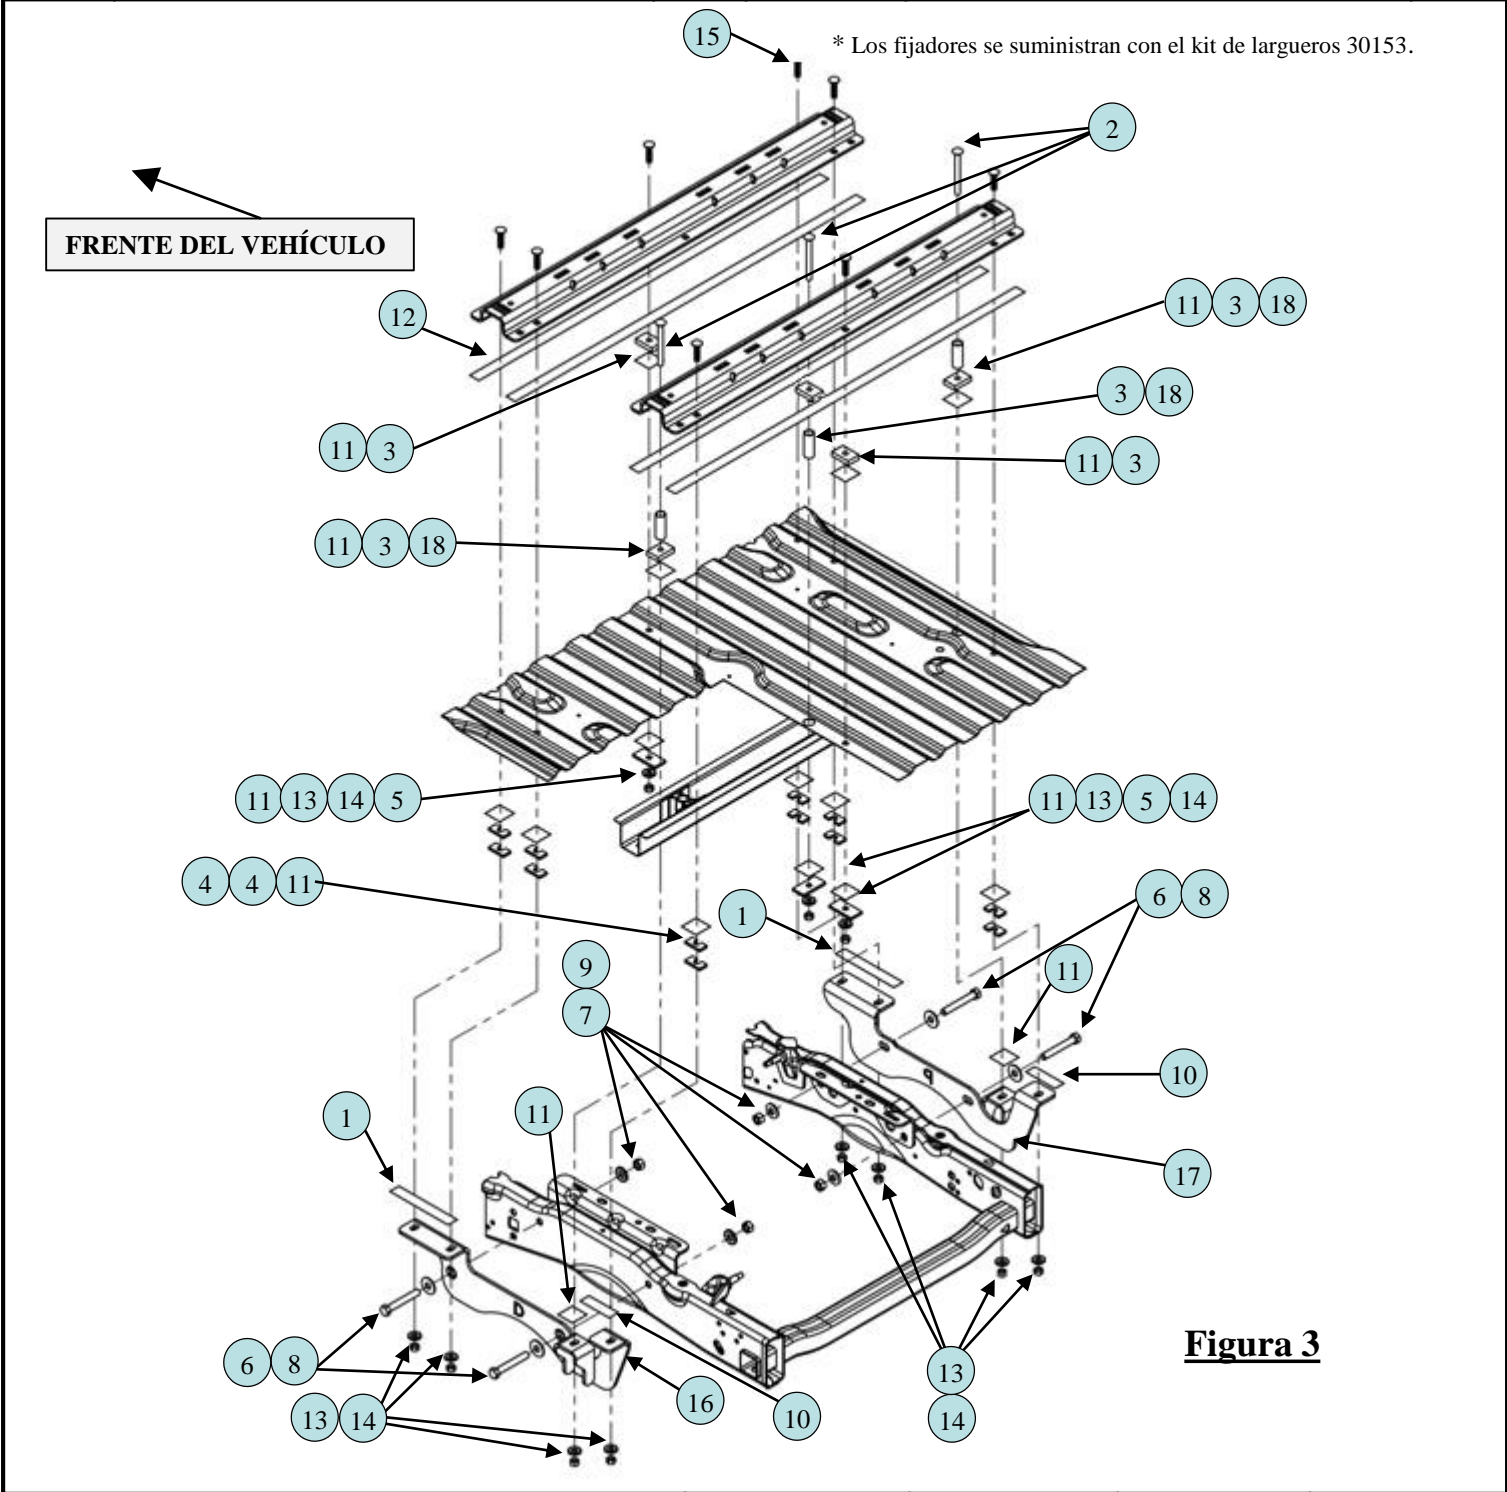

Figura 4: Tira aislante en el espaciador en forma de U
IMPORTANTE: El contacto entre componentes de acero descubierto (soportes de montaje del bastidor, espaciadores en U, largueros de montaje, etc.) y la cama de aluminio puede causar corrosión con el transcurso del tiempo. Asegurar que la pintura no esté deteriorada en los soportes. Este kit también incluye los aislantes galvánicos que proporcionan una capa adicional de protección; usar cuadros aislantes galvánicos (11) o tiras aislantes galvánicas (1), (10) y (12) en la superficie que hará contacto con la cama del vehículo. Ver la Figura 4, Figura 5 y Figura 6. Volver a pintar las zonas donde se perfora a través de la cama.